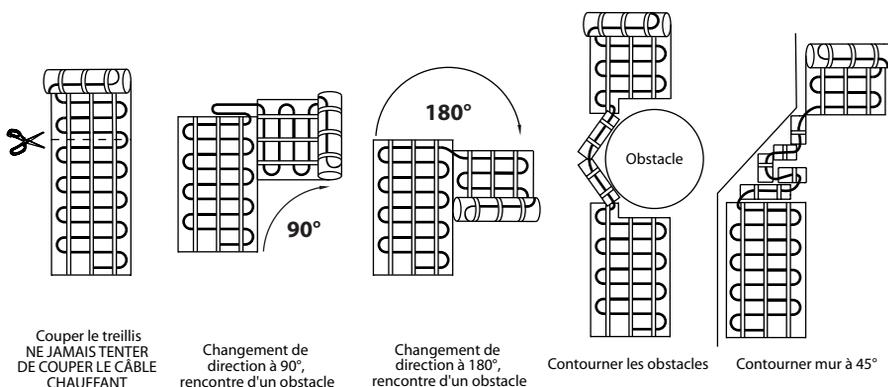

Figure 16
- Lorsque le rouleau du câble chauffant sur treillis rencontre un mur ou un obstacle, il suffit de couper son treillis autocollant et de le faire pivoter dans une autre direction (figure 16).